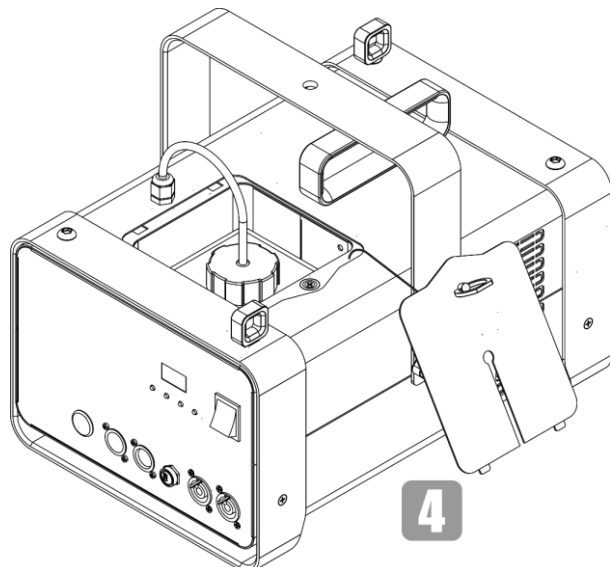

Abb. 12
- 04) Legen Sie den Servicedeckel neben das Gerät (Abb. 12).